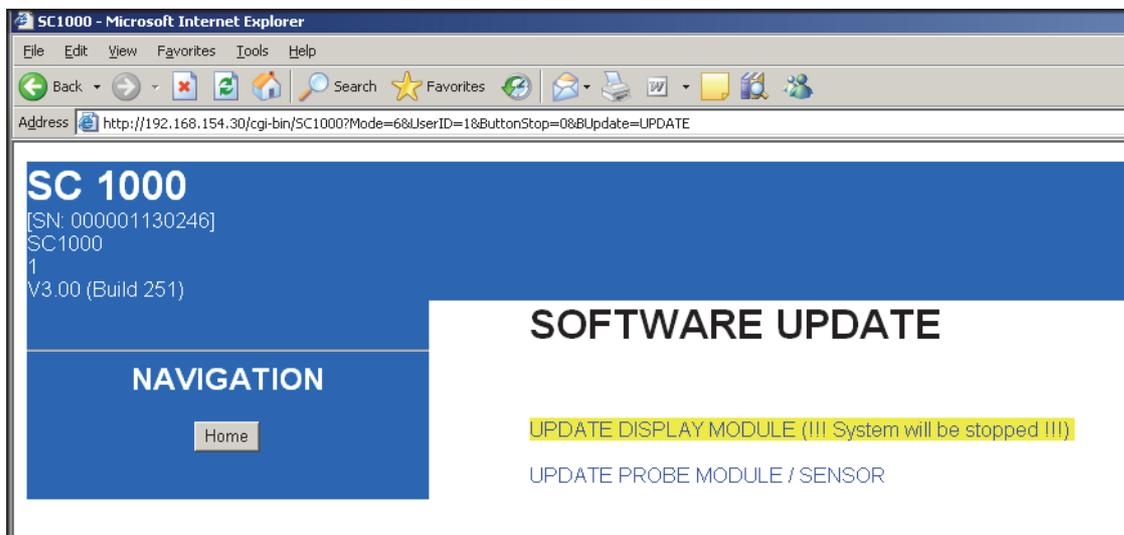

Abbildung 11 Link Update Display-Modul
7. Auf den Link **UPDATE DISPLAY-MODUL** klicken (Abbildung 11).